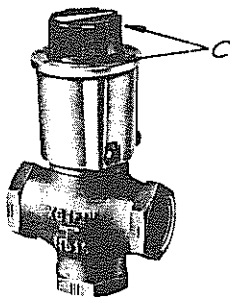

FIG. 2
a) Manuelle - Handbedient (régulation C - régulation C - fig. 2) :